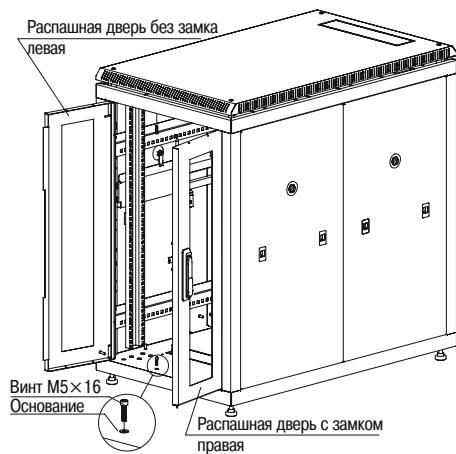

Рисунок 15 – Установка распашных дверей в шкаф
3.4.6 Для установки распашных двухстворчатых дверей (рисунок 15) требуется повторить 3.4.1–3.4.3*.
Для предотвращения поворота распашных дверей внутрь шкафа в посадочные места на обоих основаниях необходимо вкрутить два винта M5×16 (рисунок 15). Возможность менять распашные двери местами не предусмотрена.